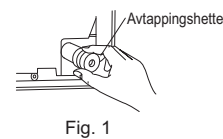

Fig. 1
- 1) Sett sammen kjølemedierørene og avtappingsslangen, sett på filt-tape (4) stramt fra enden. Overlappingsbredden til filt-tapen (4) skal være 1/3 av tapebredden. Bruk en bandasjestopper i enden av filt-tapen (4).
- 2) Trekk ut avtappingsshetten bakerst til høyre i den innvendige enheten. (Fig. 1)